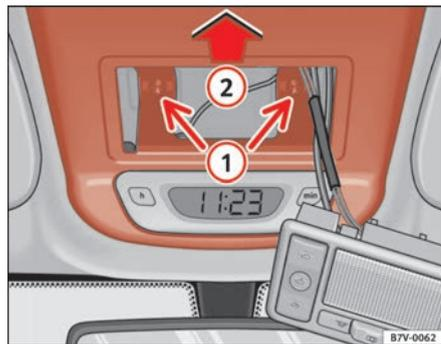

Fig. 68 Accionamiento de emergencia
- Invierta la cabeza del destornillador y desenrosque los dos tornillos de estrella ① ⇒ fig. 68
- Desplace la cubierta en el sentido de la flecha ② y retírela. ⇒ fig. 68